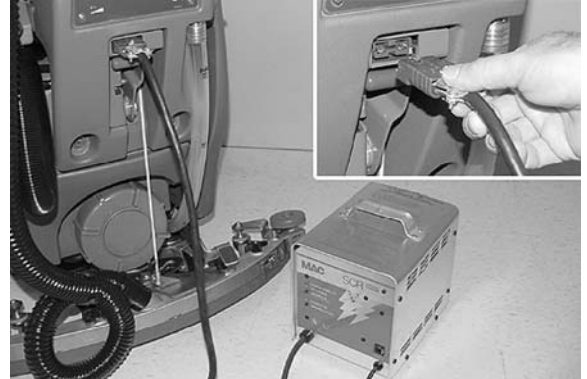

FIG. 35
5. Branchez le cordon d'alimentation CA du chargeur sur une prise mise à la terre correctement (Figure 35).
6. Branchez le cordon de courant continu du chargeur sur la prise de batterie située à l'arrière de la machine (Figure 35).